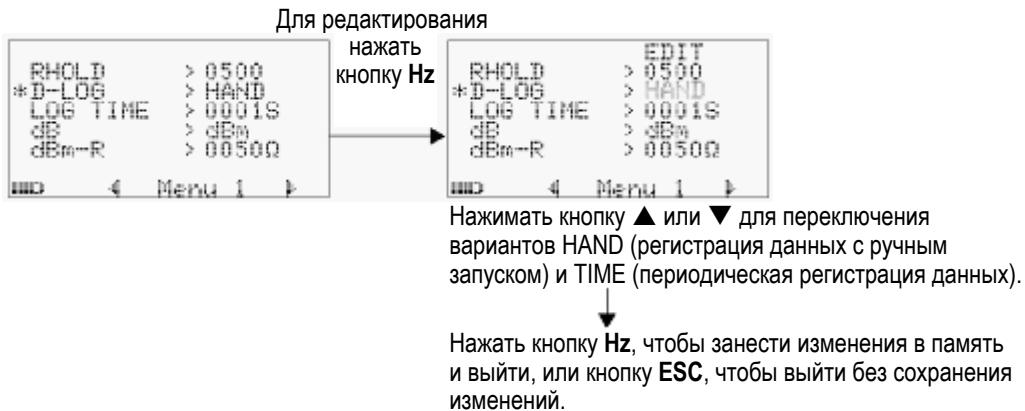

Рис. 4-3 Настройка режима регистрации данных
- Установите пункт D-LOG на "HAND", чтобы задействовать регистрацию данных с ручным запуском, или установите на "TIME", чтобы задействовать периодическую регистрацию данных (см. рис. 4-3).